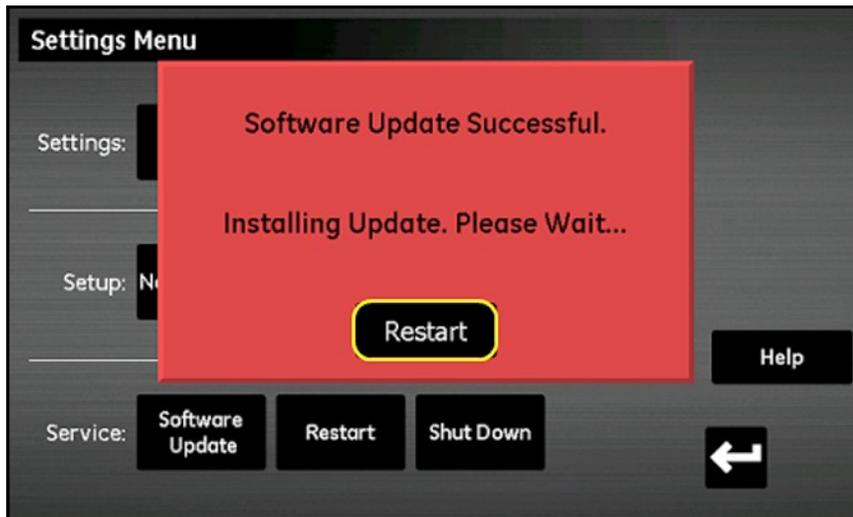

Рис. 90: Экран перезагрузки
- После обновления ПО появится приглашение перезагрузить датчик (см. *Рис. 90* ниже). Нажмите кнопку **Restart** (**Перезагрузить**) для перезагрузки moisture.IQ.